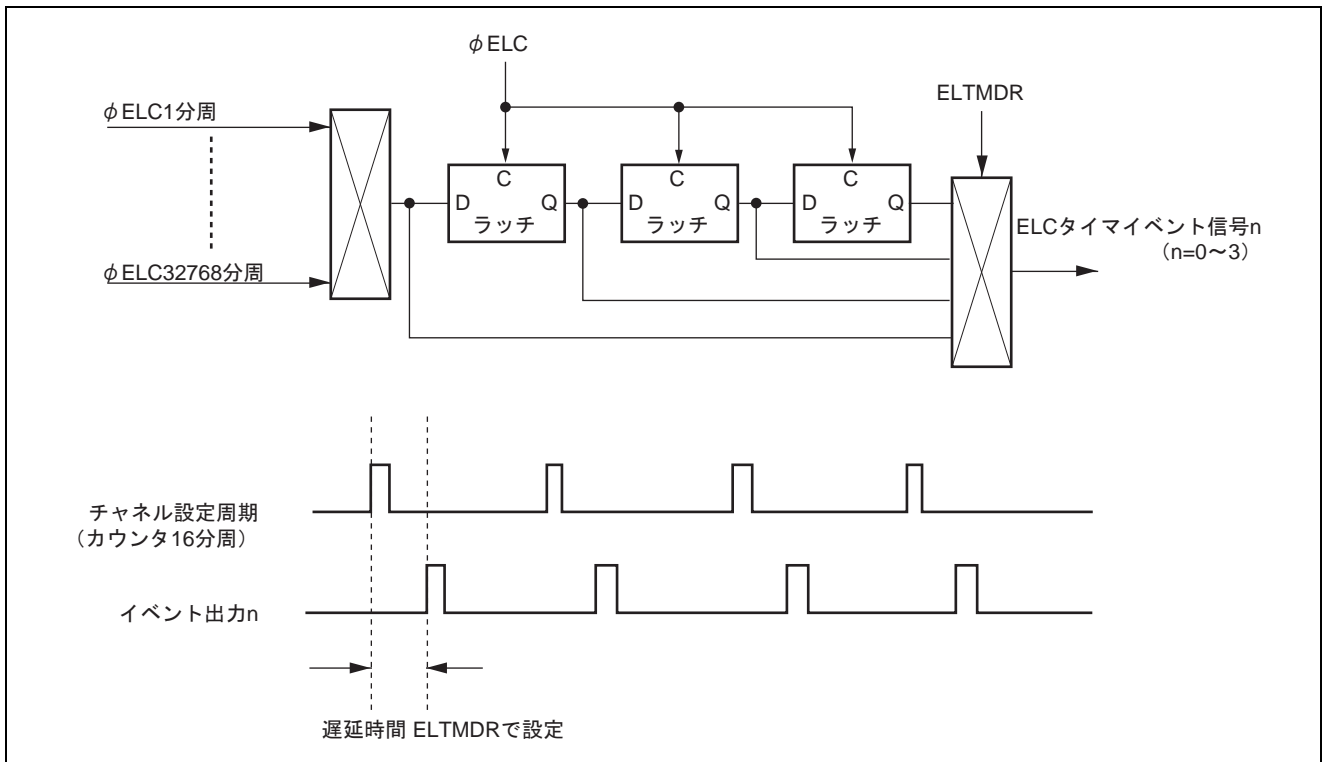

図 12.8 イベント発生タイマの動作
- 4チャンネルのイベント出力が可能です（図12.8参照）。